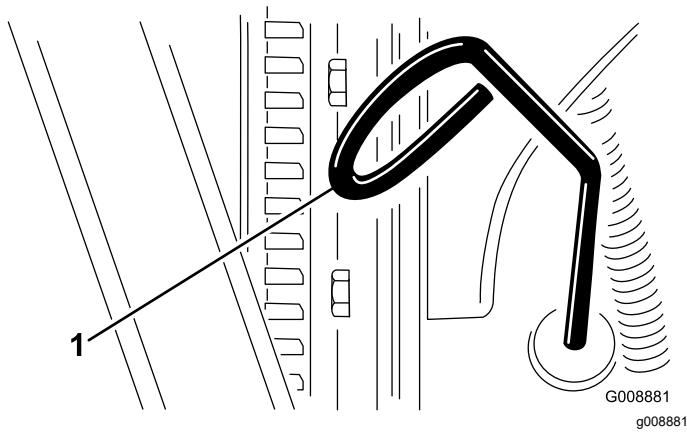

Figura 55
3. Retire la varilla, límpielala, vuelva a colocarla en el tubo y retírela de nuevo. El nivel de aceite debe estar entre las marcas LLENO y AÑADIR (Figura 55).
4. Si el nivel de aceite es bajo, retire el tapón de llenado y añada suficiente aceite para que llegue entre las marcas LLENO y AÑADIR (Figura 55).